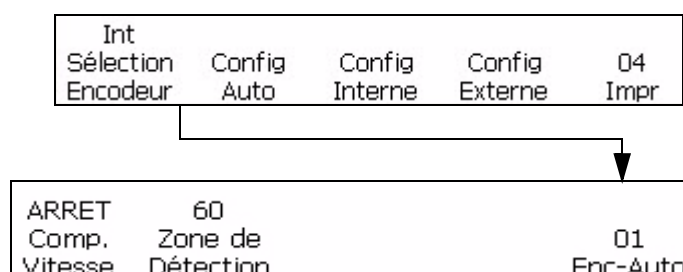

Figure 4-16: Fenêtre <01 Auto-E>
- 4 Cette étape est facultative. Suivre ces instructions pour allumer Compensation Vitesse: Naviguer jusqu'à la Fenêtre <01 Auto-E> (04 Editer - Config. Imprimante > 01 Imprimer > 02 Imprimer > 03 Imprimer > 04 Imprimer - Config. Auto > 01 Auto-E). Visualiser la configuration en cours au-dessus de <Comp. Vitesse>. Si nécessaire, appuyer sur la touche F1 pour modifier la configuration. (Réglages: ON, OFF). Voir Figure 4-16.